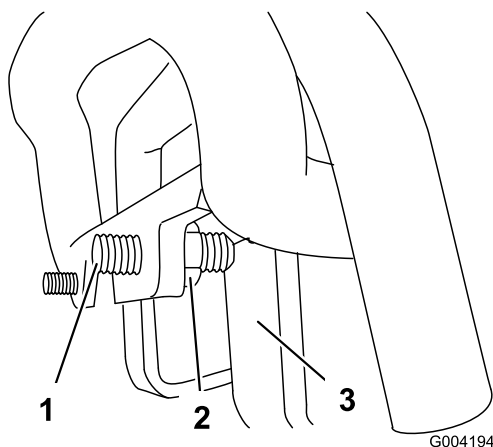

図 57
3. マシンが **左** にずれていく場合には、走行コントロール前部にある走行固定ねじを固定している **右側** のジャムナットをゆるめて固定ねじの調整を行う 図 57。
いる左側のジャムナットをゆるめて固定ねじの調整を行う 図 57。